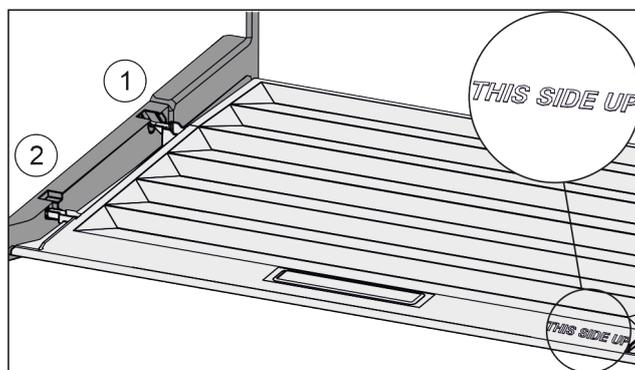

*Fig. 115*
- ▶ Poklopac do otvora u pridržnim dijelovima povucite prema naprijed *Fig. 115 (1)*.
- ▶ Podignite ga odozdo sa stražnje strane i izvadite prema gore *Fig. 115 (2)*.